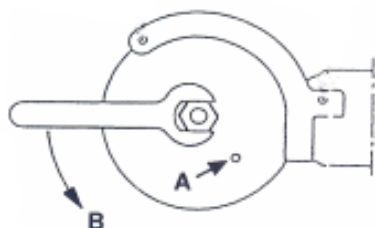

Abbildung 3: Lösen des Sägeblattes
- Stecken Sie den mitgelieferten Haltestift als Verdrehsicherung in die Sägeblatt-Bohrung (A) und drehen Sie das Sägeblatt solange, bis der Haltestift gegen die Schutzhaube steht (siehe Abb. 3)
- Entfernen Sie die Sechskantmutter mit dem mitgelieferten Einmaulschlüssel - gegen den Uhrzeigersinn drehen (Pfeil B). (siehe Abb. 3)